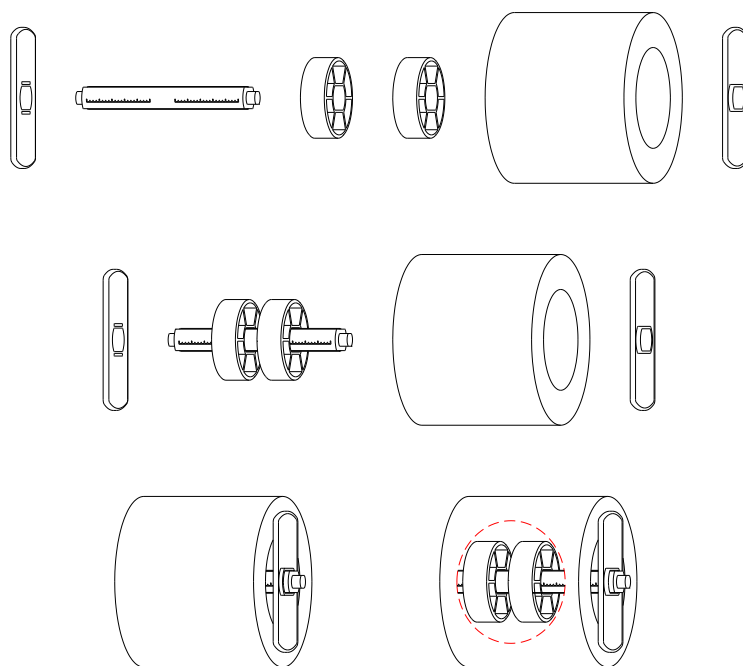

图 2-20
3. 将纸卷套入纸卷轴（如果是 3 英寸大纸芯的纸卷，请套入纸卷轴套筒），将两个纸卷挡板从两边套入纸卷轴，光滑面朝向纸卷。如图 2-20 所示。